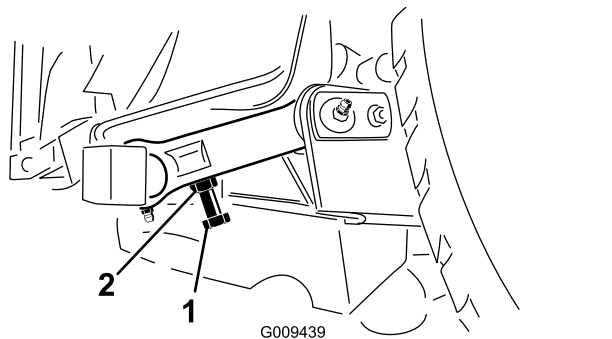

Figura 29
3. Para ajustar distância, localize o parafusos de ajuste existente na ligação articulada posterior da unidade de corte (Figura 29). Desaperte a porca de retenção no parafuso de ajuste. Desaperte ou aperte os parafusos de ajuste até obter uma folga de 10 a 16 mm e, em seguida, aperte a porca de retenção.